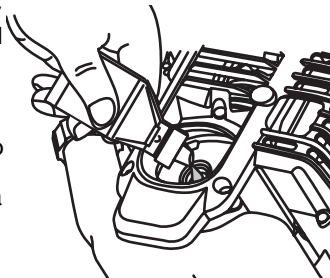

Fig. 17
4. Vierta todo el contenido de la botella de aceite en el cigüeñal (Fig. 17).